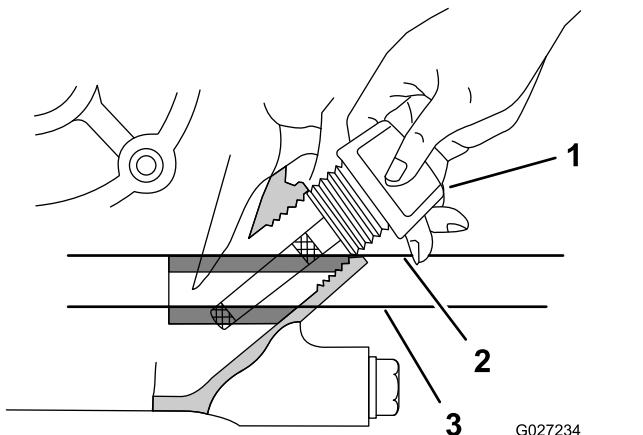

Figura 16
3. Insira a vareta do motor como se mostra na Figura 16.